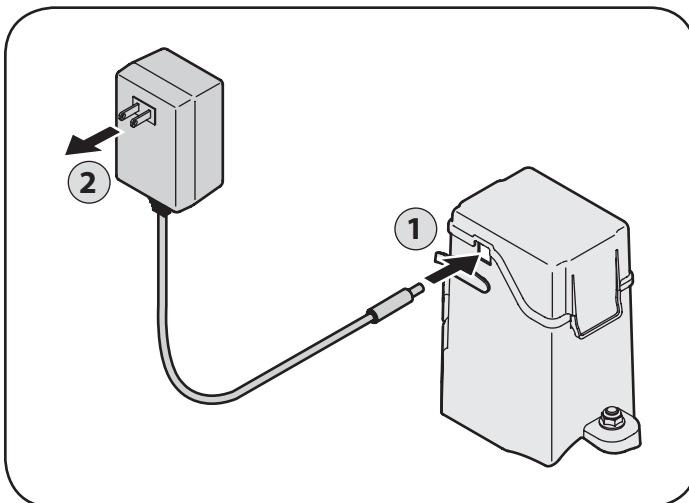

Figura 19
1. Desbaratar junta de la tapa , enchufe el cargador de la batería dentro del orificio en la parte inferior del alojamiento de la batería. Vea la Figura 19.